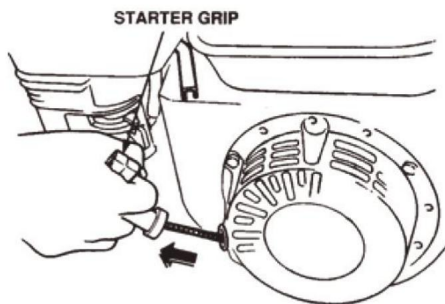

FIG.10
9.6 Pak de startgreep vast (FIG. 10) en trek deze langzaam naar buiten. Het verzet wordt het moeilijkst op een bepaalde positie, overeenkomend met de